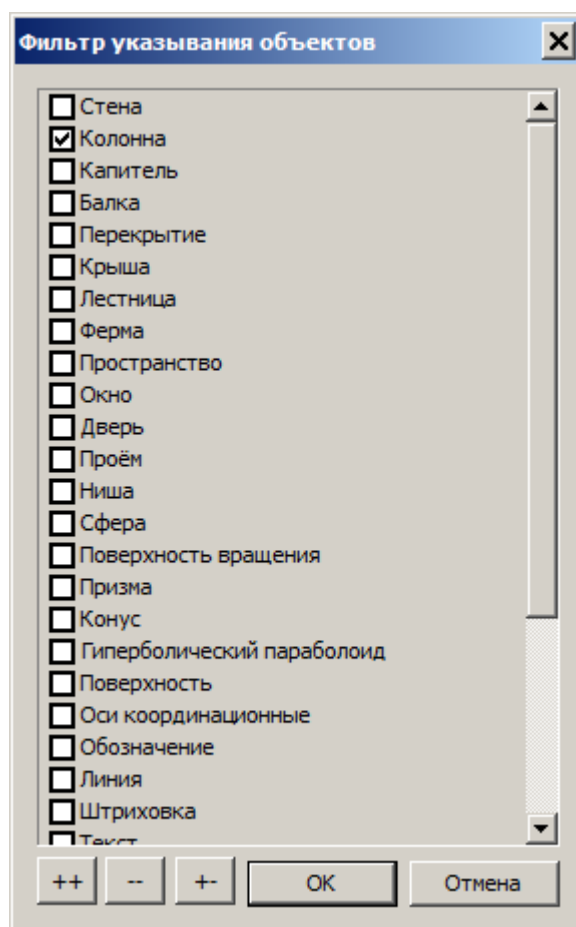

Рис.7.12. Диалоговое окно **Фильтр указывания объектов**
- Вызовите диалоговое окно **Фильтр указывания объектов** (рис.7.12) щелчком по кнопке  - **Фильтр указывания объектов** на панели инструментов **Визуализация**.